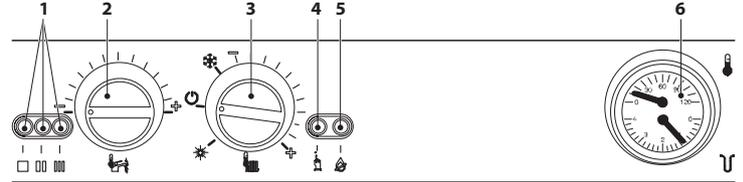

Рис. 3.2
Индикатор блокировки 5 (Рис. 3.2) включен. Нажмите кнопку сброса 4.
• Включите питание котла при помощи двухполюсного выключателя, предусмотренного при установке: сигнальный индикатор 1 (Рис. 3.2) ненадолго замигает с интервалом в 4 секунды.